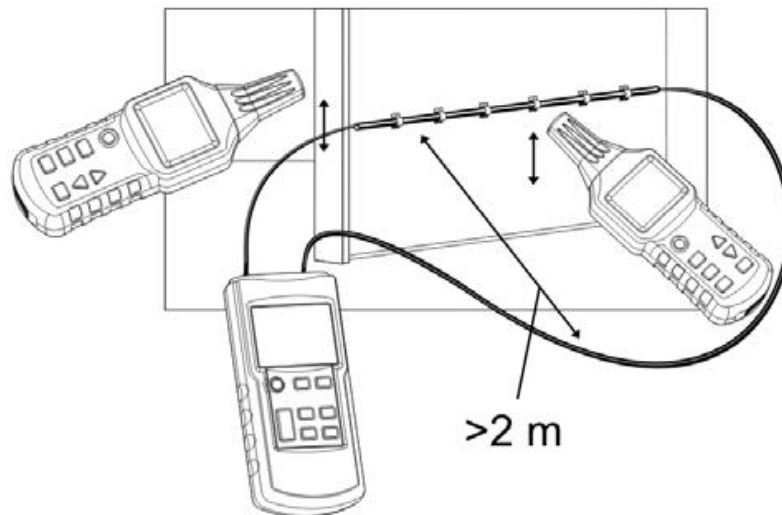

Abb.16
3. Schließen Sie nun den Sender gemäß Abb. 16 an.